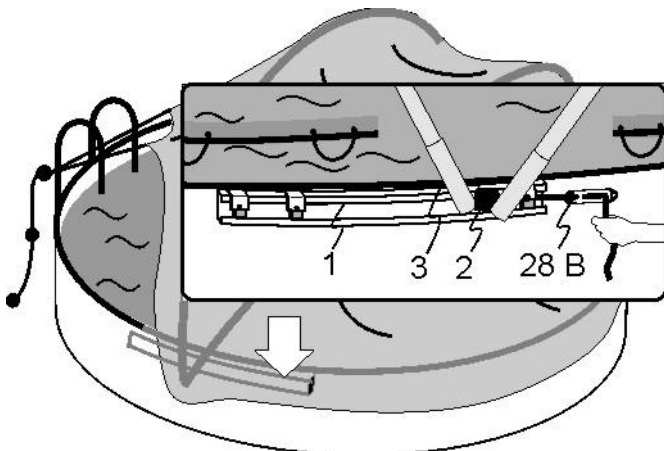

Abb. 7.3
- Das Seil (4) am Schieber (2) an dem Spanner (28/B) einklemmen um ein Verrutschen des Schiebers (2) während des Aufziehens zu verhindern. (Abb. 7.3)
- Mit dem Zugseil (18) den Dome aufziehen und das Zugseil an die Einstiegsleiter anhängen.